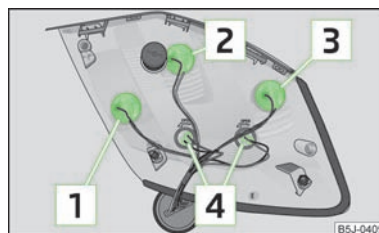

Fig. 155
Disposição das lâmpadas incandescentes na luz traseira » Fig. 155.
- Para substituir a lâmpada incandescente, rode o suporte da lâmpada até ao batente, **no sentido contrário ao** dos ponteiros do relógio e retire-o do alojamento » Fig. 155.